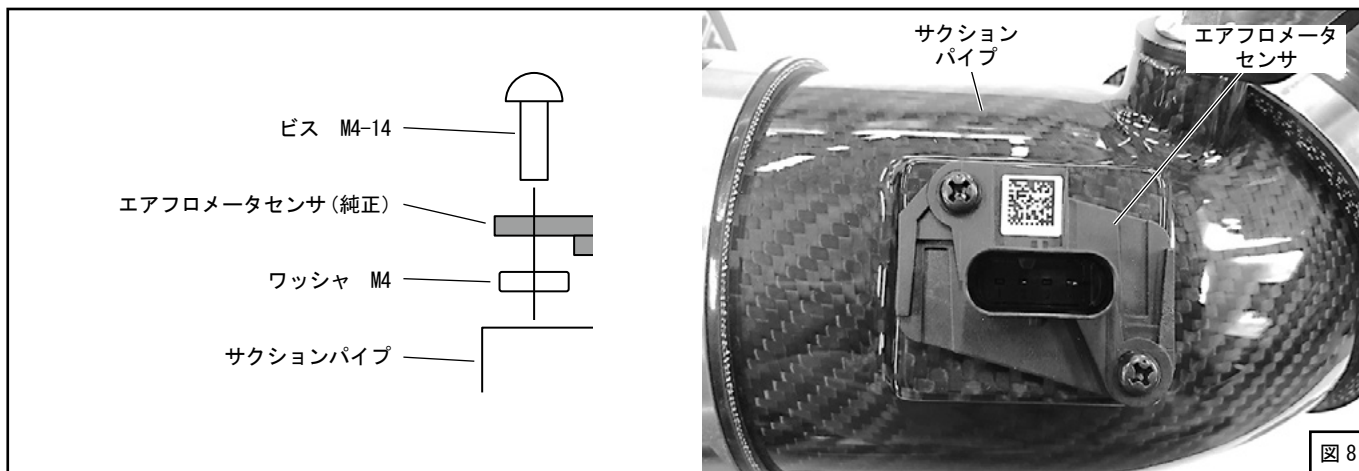

図8
- (5) サクシオンパイプにエアフロメータセンサを取付けてください。この時ビスを締めすぎないようにしてください。(締付けトルク 2.0 ~ 3.0N・m [0.2 ~ 0.3kgf・m]) (図8、図10)